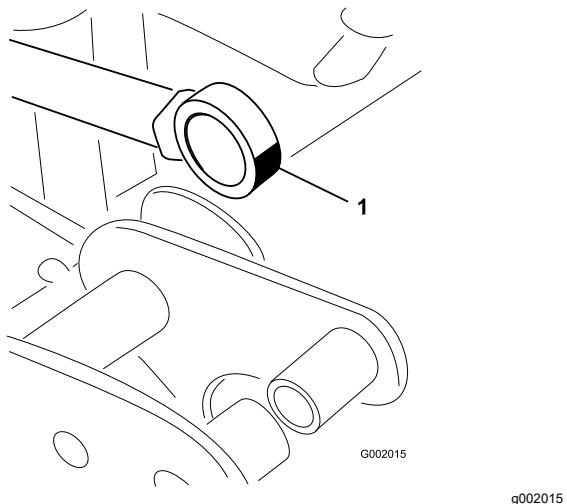

Figure 75
5. Faites pivoter roulement d'extrémité de la tige et appliquez de la graisse dans le roulement (Figure 75).